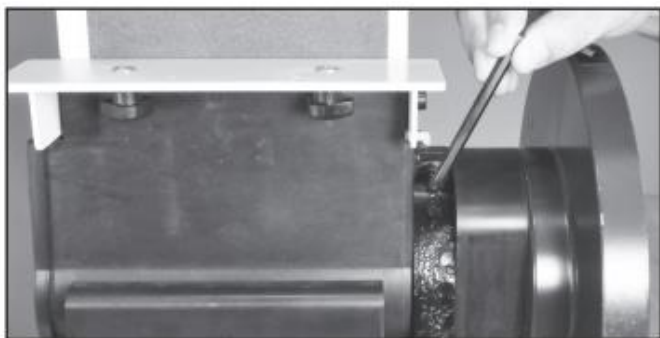

Рис.8
1. Ослабьте шестигранный винт, который фиксирует узел шлифовальной ленты. Это позволит перемещать раму узла шлифовальной ленты на желаемый рабочий угол. Рис.8